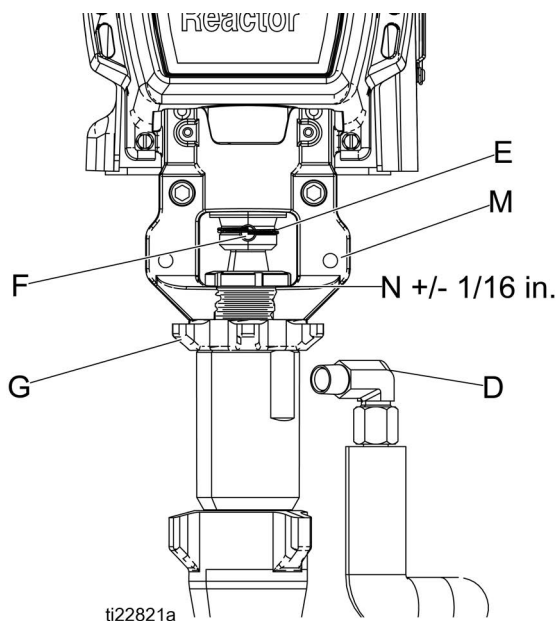

FIG. 3
1. Assegure que a porca de bloqueio (G) é enroscada na bomba com o lado plano para cima. Aparafuse a bomba na caixa de rolamentos (M) até que os orifícios dos pinos fiquem alinhados. Empurre o pino (F) para dentro. Puxe o grampo de retenção (E) para baixo. Ver FIG. 3 para notas de visualização e montagem.
2. Continue a enroscar a bomba na caixa até que a saída de fluido (D) esteja alinhada com o tubo de aço e as roscas superiores estejam a +/- 2 mm (1/16 pol.) da face do rolamento (N).
3. Aperte a porca de bloqueio (G) batendo-lhe firmemente com um martelo que não produza faíscas.
4. Volte a ligar a entrada (C) e a saída (D) do fluido.